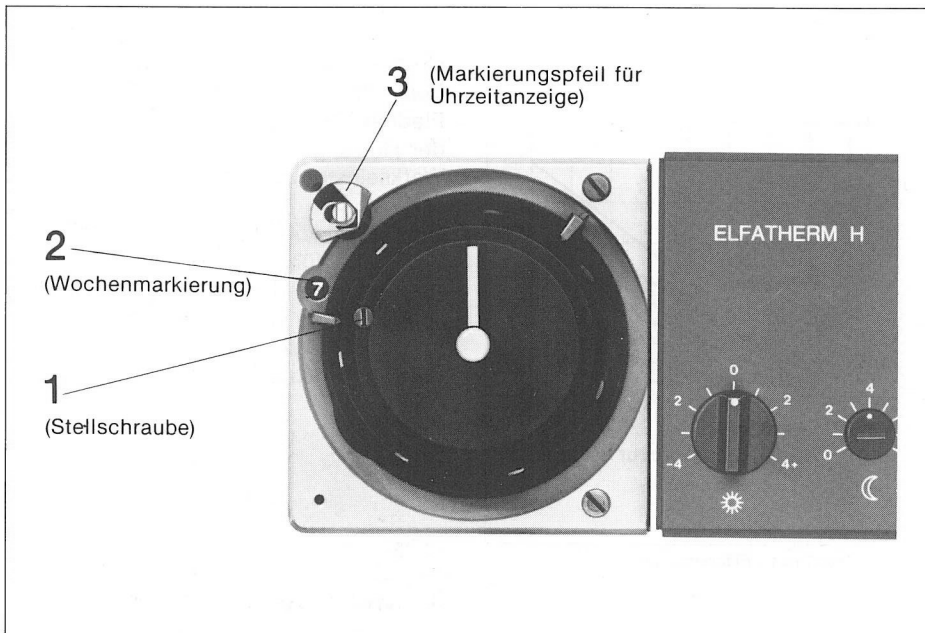

Bild 19 Zifferblatt mit Stellschraube und Wochenmarkierung
c) Zeitring abnehmen (Bild 19)
d) Stellschraube 1 (Bild 19) im Uhrzeigersinn so lange drehen, bis im Sichtfenster 2 eine „7“ (Woche) erscheint.
Bei einer evtl. Rück-Umstellung auf „Tagesprogramm“ muß der weiße 24-Uhr-Pfeil des Zeitringes unbedingt dem schwarzen Pfeil gegenüberstehen. Stellschraube 1 (Bild 19) jetzt entgegen dem Uhrzeigersinn drehen, bis im Sichtfenster 2 wieder 24 erscheint.